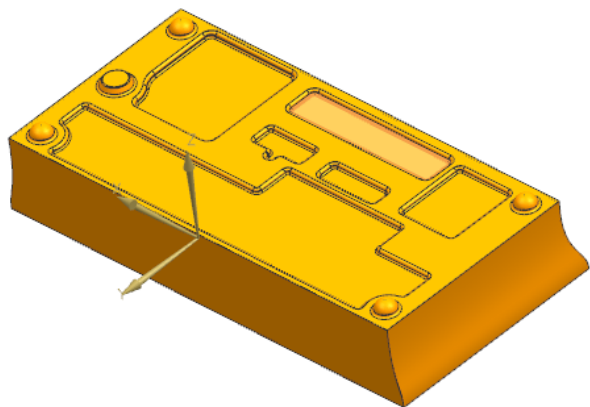

图 8-67 选择草图工作平面
(2) 单击“绘制截面”按钮, 打开“创建草图”对话框。在视图区选择草图工作平面，如图 8-67 所示。